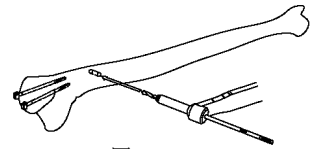

図3
- 3) 骨折部から30mm程度遠位に、2.0 ドリルガイドを介して2.0 ドリルで骨孔を作製します。（図3）